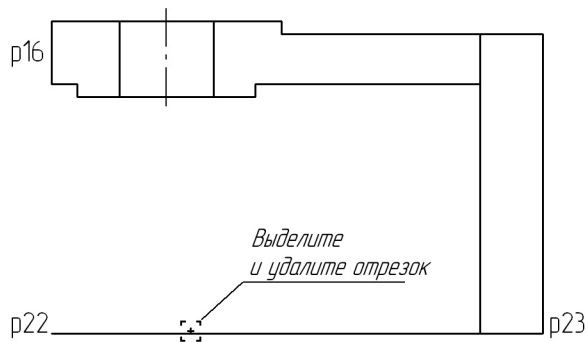

Рис. 51.61.
Изображение вида сверху должно соответствовать рис. 51.61.
3. Удалите отрезок p22–p23. Для этого выделите отрезок щелчком мыши в любой его части и нажмите клавишу <Delete> (рис. 51.61).